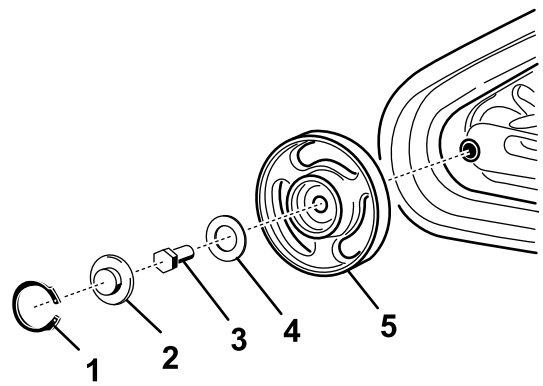

図 58
**注** 必要に応じ前外側のロードホイールも外してください。このホイールを外すには、ロードホイールの中央についているスナプリングとキャップを外します 図 58。そして、ホイールの中央についているボルトとガスケットを外し、機体からホイールを取り外します。